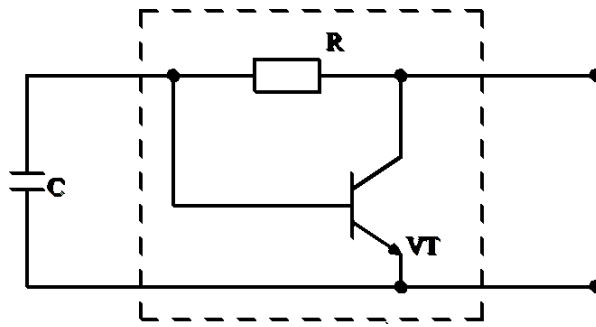

Рис.5.2. Схема гіратора
**Гіратор** (рис.5.2) – це чотириполюсник, що інвертує ємність в індуктивність. Транзистор включений в схему з СЕ та обхвачений зворотнім зв'язком, що дає фазовий зсув напруги на базі VT відносно колектора на  $-90$ (град). Колекторний струм в одній фазі з базовим струмом, тобто відстає від напруги, тобто опір  $Z_{\text{вих}}$  носить індуктивний характер.  $Q < 4$ .